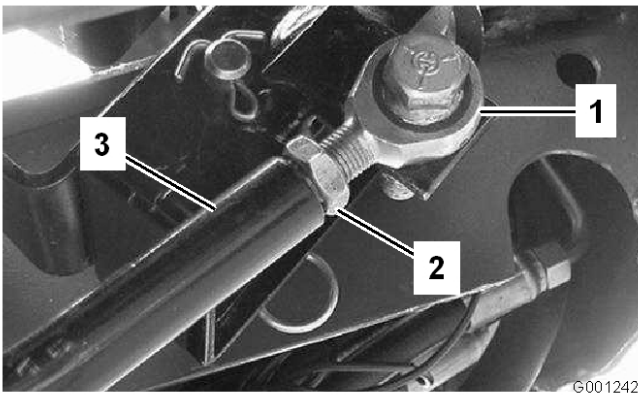

Figure 66
3. Si un autre réglage est nécessaire, réglez la tige de commande de déplacement (Figure 66) comme suit :